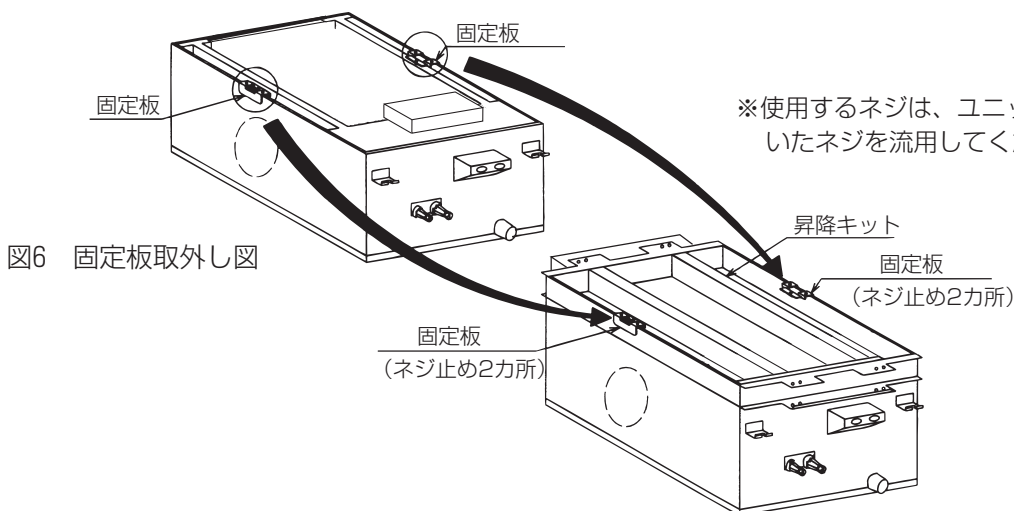

図6 固定板取外し図
(2) 昇降キットの取付け
- ・ ユニット本体に取付けられている、固定板を外し (図6)、昇降キットに取付けてください。